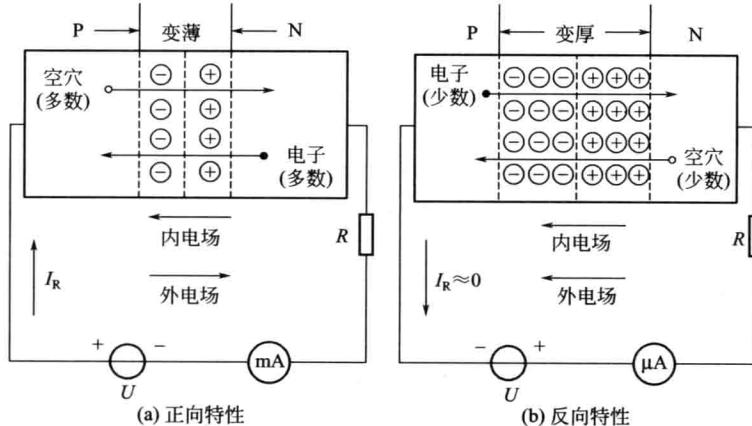

图 1-2 PN 结的导电特性
(2) PN结的特性
① PN结的正向导通特性 给PN结加正向电压，即P区接正电源，N区接负电源，此时称PN结为正向偏置，如图1-2(a)所示。
② PN 结的反向截止特性 给 PN 结加反向电压, 即电源正极接 N 区, 负极接 P 区, 称 PN 结反向偏置, 如图 1-2(b) 所示。这时外加电场与内电场方向相同, 使内电场的作用增强, PN 结变厚, 多数载流子运动难于进行, 有助于少数载流子运动, 形成电流 I_R , 少数载流子很少, 所以电流很小, 接近于零, 即 PN 结反向电阻很大。